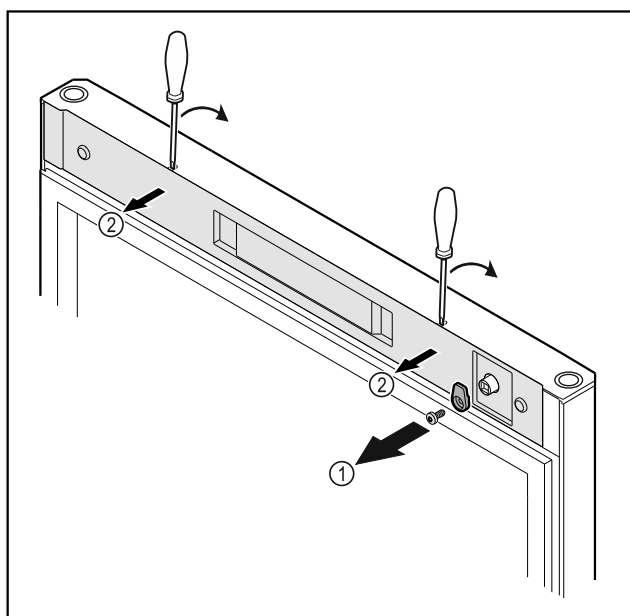

Fig. 14
- Sluithaak Fig. 14 (1) losschroeven.
- Afdekking Fig. 14 (2) met een kleine schroevendraaier losmaken en verwijderen.